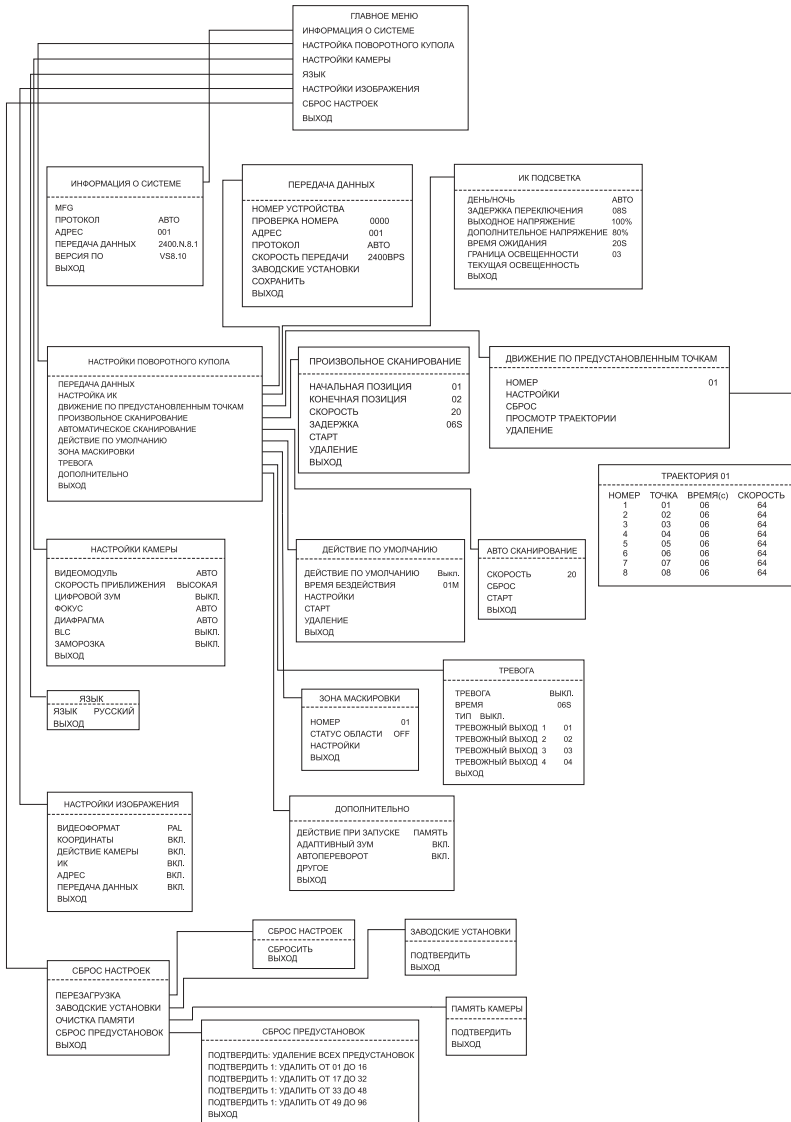

Рисунок 5.1 Вид меню
- 1) Для входа в меню (Рисунок 5.1) введите «95+Pre» на клавиатуре управления (на видеорегистраторе и в удаленном ПО используйте сочетание «95+запуск предпозиции»).